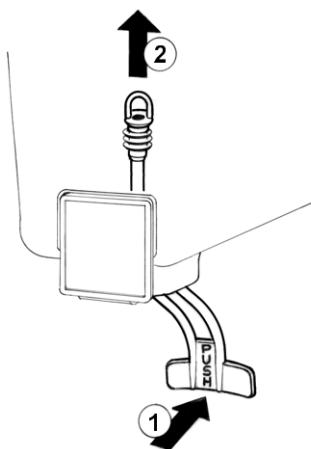

figure 4
- 6 Robinet en inox à gravité:** défiler le piston et démonter le levier de débit robinet (voir figure 4).